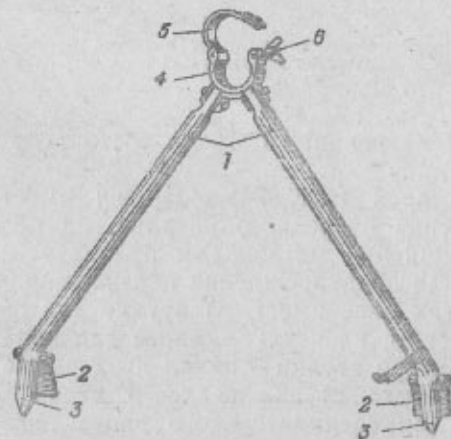

Рис. 22. Сошка:
16. Сошка (рис. 22) служит упором при стрельбе. Она состоит из **хомута** и **двух ног**, укрепленных в движке. Верхняя часть хомута откидная; она